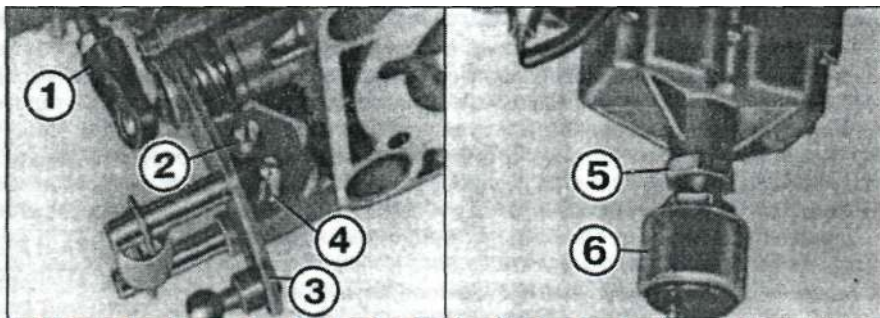

Рис. 1.2.39 Регулировочные винты карбюратора Stromberg:
- Присоединив к двигателю тахометр, измерьте обороты холостого хода. При необходимости отрегулируйте их, вращая винт (4) — **рис. 1.2.39**. Винт регулировки минимальных оборотов длиннее, чем винт (2) повышенных оборотов х.х.